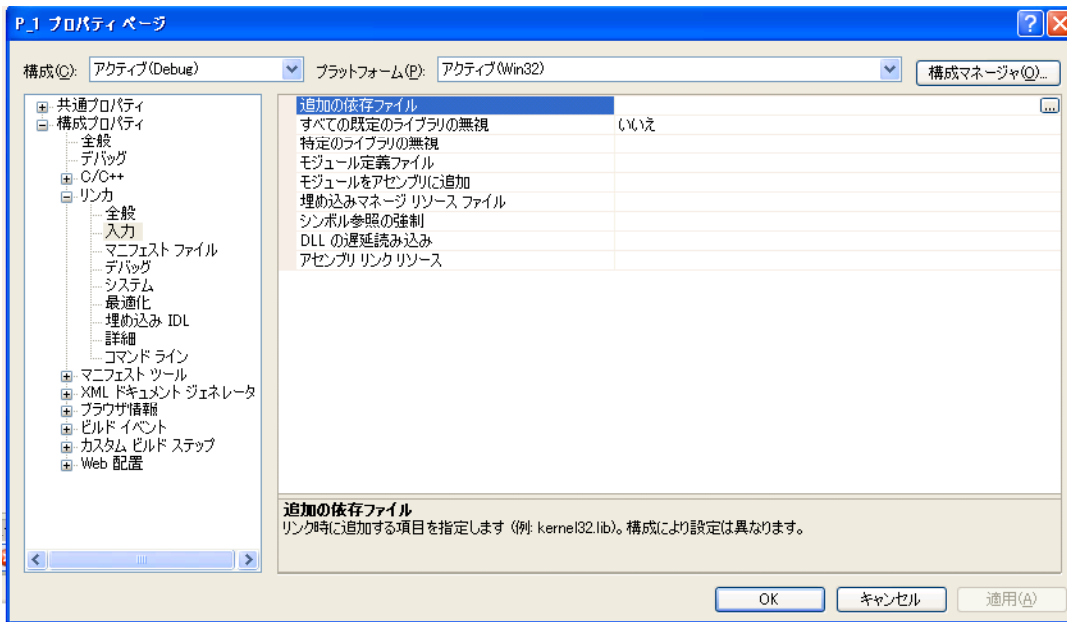

図 1 2
(2) 図 1 3 の追加の依存ファイルの画面になるので、図 1 4 のように「usbio.lib」と打ち込みます。「OK」をクリックすると図 1 5 のように usbio.lib が追加されます。